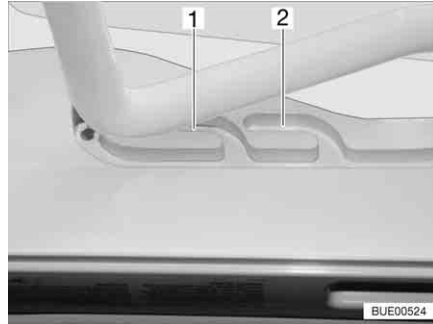
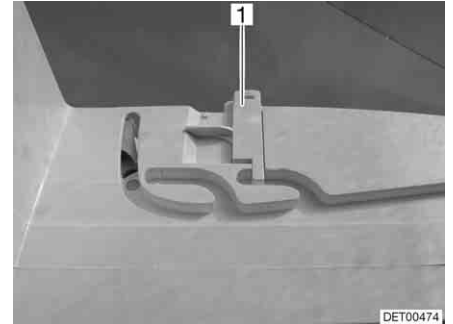

Fig. 63 Claraboya Heki en posición de ventilación
Fig. 64 Bloqueo de la posición de ventilación
La claraboya Heki se puede colocar en dos posiciones de ventilación: Posición de mal tiempo (Fig. 63,1) y posición mediana (Fig. 63,2). Según el modelo, la claraboya podrá ser bloqueada en la posición mediana con el pestillo (Fig. 64,1).
- Presionar el estribo ligeramente hacia arriba y empujarlo en la guía seleccionada (Fig. 63,1 ó 2) y, si fuera necesario, bloquearlo.